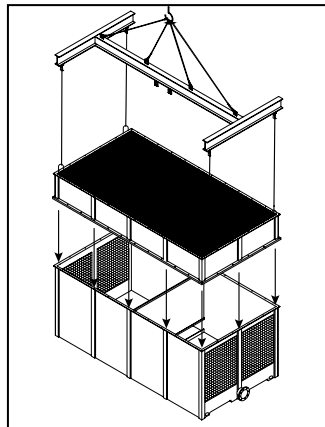

Figura A-110: Instalación de la sección inferior del cuerpo de una torre modular (RTGMTC-G y RTGMTC-H)
- L. Sólo para modelos RTGMTC-G y RTGMTC-H:** Instale la sección inferior del cuerpo #M1A sobre la sección de cisterna #M1A, asegurándose de que los agujeros de ambas secciones estén alineados, luego atornille y fije la brida horizontal con la tornillería de acero inoxidable suministrada por REYMSA (ver Figura A-110).